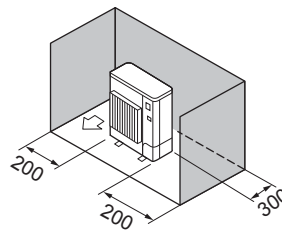

Fig. 2-4
- ③ Hindringer kun bak og på sidene (fig. 2-4)